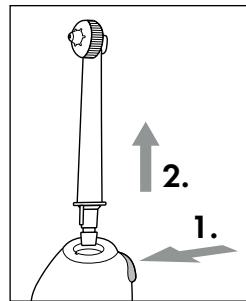

Abb.3
- ◆ Zum Abnehmen der Aufsteckdüse **②** drücken Sie den Entriegelungsknopf **⑪** am Handteil **⑤** und ziehen Sie dann die Aufsteckdüse **②** vom Handteil **⑤** ab (siehe Abb. 3).